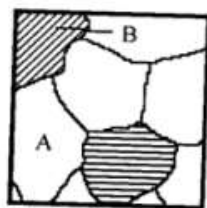

Рис. 17
**№ 42. Микроструктура какого сплава представлена на рис. 17?**